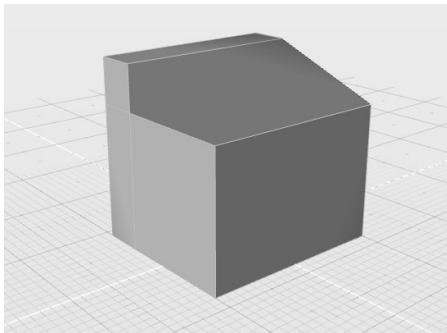

图 6-49 封闭亮蓝色边线
3) 单击亮蓝色边线，进行封闭，封闭结果如图 6-49 所示。